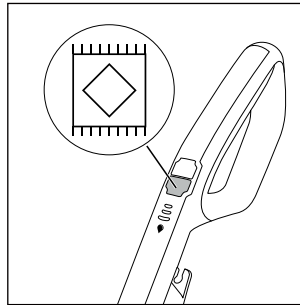

Fig. 17
- ♦ Tryk på kontakten tæppegulv  **13** for at tænde for produktet (se fig. 17). LED i kontakten tæppegulv  **13** lyser blåt.
- ◆ Tryk på kontakten tæppegulv  **13** igen for at slukke for produktet (se fig. 17).